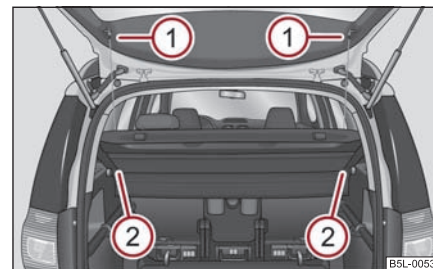

Fig. 100 Desmontaje de la cubierta del maletero
- Desenganchar las cintas de sujeción en la tapa de maletero ① ⇒ fig. 100.
- Tirar de la cubierta del maletero hacia atrás desprendiéndola de los soportes ② o presionar en la sección delantera por el lado inferior de la cubierta del maletero.
- Para volver a efectuar el montaje, introducir primero la cubierta del maletero en la fijación ② y, a continuación, enganchar las cintas de sujeción ① en la tapa de maletero.